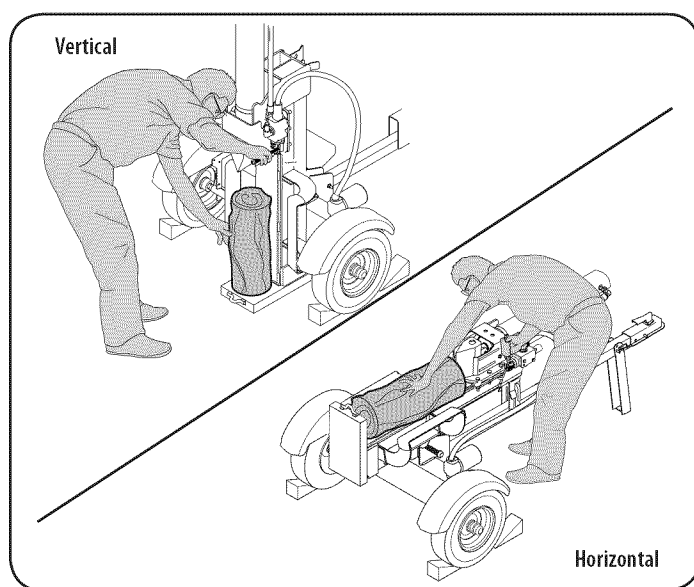

Figura 1
- Siempre opere la máquina desde la(s) zona(s) del operador que se especifican en el manual. Vea la Figura 1.
- a. Posición horizontal de funcionamiento: Párese del lado de la palanca de control de la máquina rompetroncos y establezca el tronco como se indica, si es necesario. Vea la Figura 1.
- b. Posición vertical de funcionamiento: Párese delante de la máquina rompetroncos y establezca el tronco como se indica, si es necesario. Vea la Figura 1.